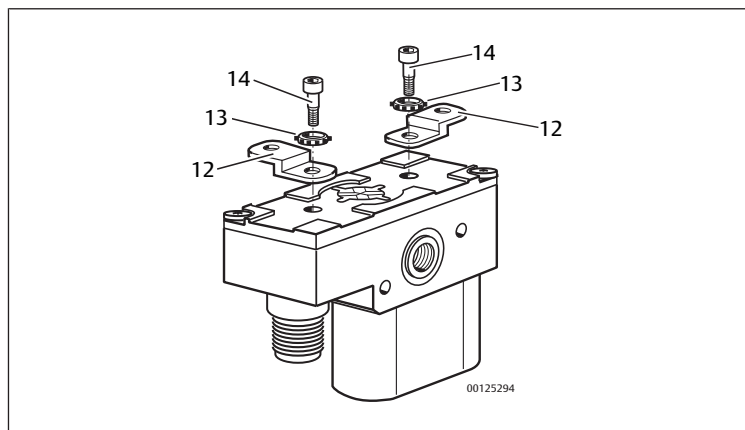

Fig. 2: Montaggio del kit di fissaggio per piastra di montaggio
- 2x lamiere per montaggio (12)
- 2x anelli dentellati (13)
- 2x viti a testa cilindrica (SW 4) (14), coppia di serraggio: 6 Nm
2. Montare il kit di fissaggio per piastra di montaggio come rappresentato. Ved. → Fig. 2.